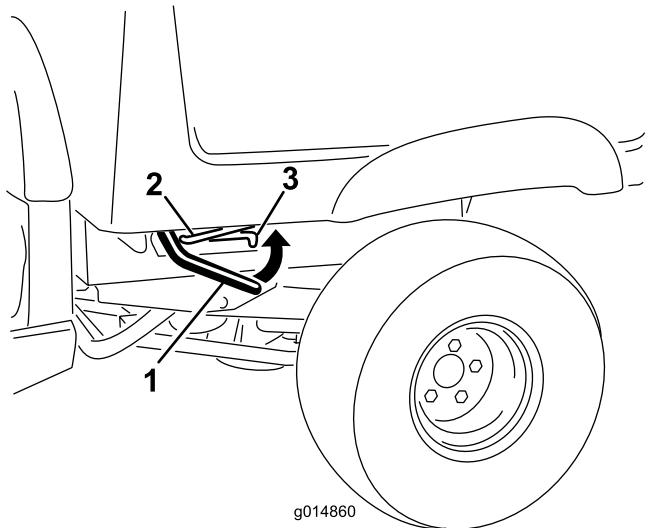

图 13
1. 在货斗的任意一侧拉控制杆然后升起货斗图 13。
1. 提起闩锁控制杆轻微升起货斗图 13。